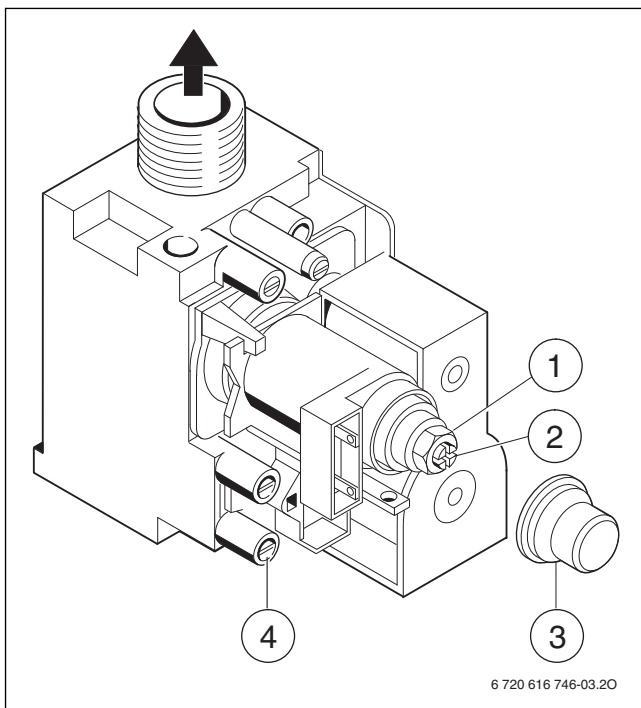

Bild 26 Gasarmatur
- ▶ Die Abdeckung an der Gasarmatur abnehmen → Bild 26.
- ▶ Für **max** den angegebenen Düsendruck (mbar) aus Tabelle auf Seite 30 entnehmen. Düsendruck über Einstellschraube maximale Gasmenge (→ Bild 26) einstellen.
- ▶ Für **min** den angegebenen Düsendruck (mbar) aus Tabelle auf Seite 30 entnehmen. Düsendruck über Einstellschraube minimale Gasmenge (→ Bild 26) einstellen.
- ▶ Wärmezeuger ausschalten und Gashahn schließen. U-Rohr-Manometer abnehmen und Dichtschraube (3) festziehen.
- ▶ Dichtschraube am Messstutzen für Gas-Anschlussdruck (→ Bild 26) lösen und Druckmessgerät anschließen.